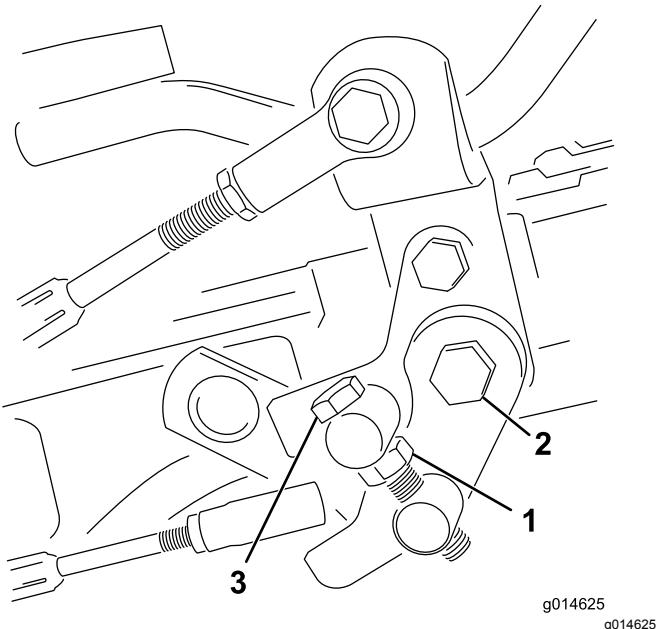

Bild 39
1. Lösen Sie die Klemmmutter an der Drehzapfenkopfschraube (Bild 39).
4. Ziehen Sie die Klemmmutter an der Drehzapfenkopfschraube und die Mutter am Pedalgelenk fest, um die Einstellung zu arretieren (Bild 39). Prüfen Sie die Einstellung und nehmen Sie ggf. eine weitere Einstellung vor.